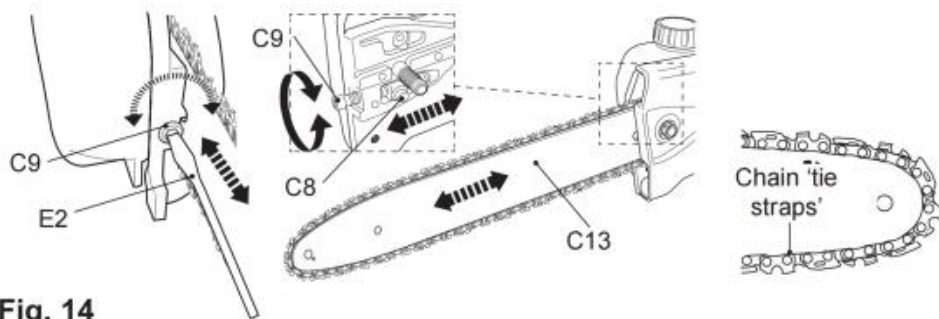

Fig. 14
3) Wkręć śrubę napinającą (C9) zgodnie z ruchem wskazówek zegara lub przeciwnie do ruchu wskazówek zegara, aby wyregulować sworzeń napinający (C8) / prowadnicę (C13), aż paski mocujące łańcuch będą lekko dotykać dolnej krawędzi prowadnicy (rys. 14).